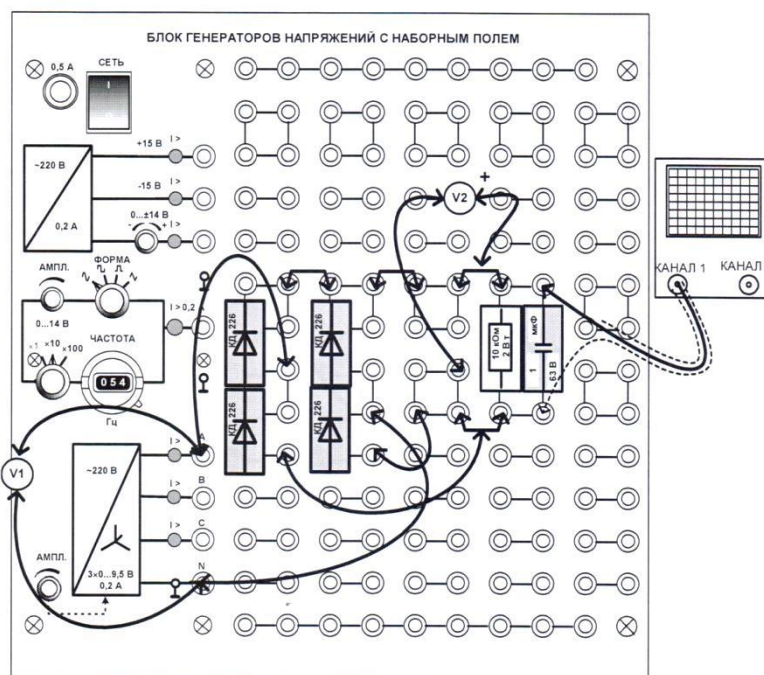

Рис. 11.4. Монтажная схема двухполупериодного выпрямителя
5.5. Соберите схему двухполупериодного мостового выпрямителя согласно монтажной схеме (рис. 11.4). Повторите все измерения и вычисления. Результаты занесите в табл. 11.2.